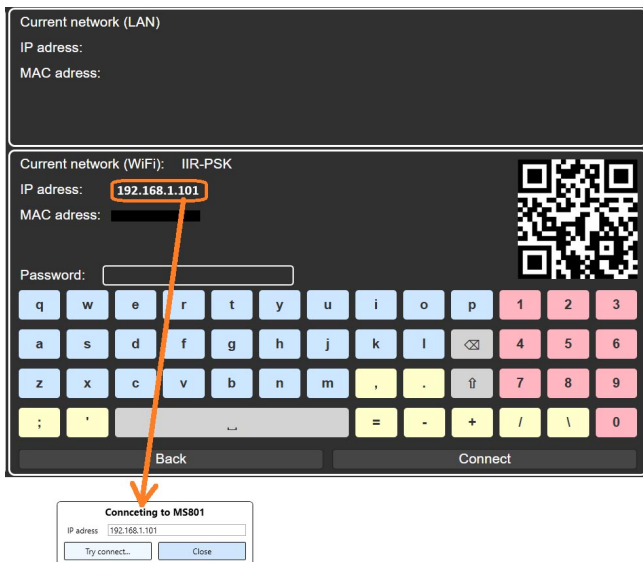

Рисунок 26
3. Далі натисніть кнопку «**Connect to MS801**» — відкриється вікно, у якому необхідно ввести **IP-адресу** тестера (див. рис. 26). Необхідну **IP-адресу** можна переглянути в налаштуваннях тестера у меню **Network Setting**.